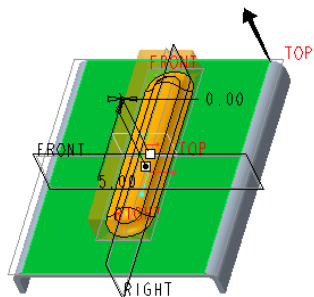

图 2-36 动态预览
(4) 在“可变项”对话框中单击“确定”按钮，此时动态预览如图 2-36 所示。